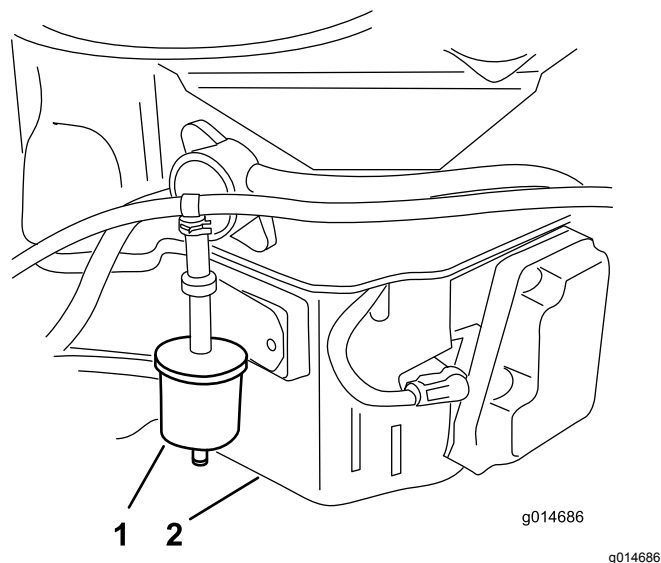

Figura 29
3. Retire el filtro del respiradero del combustible (Figura 29).